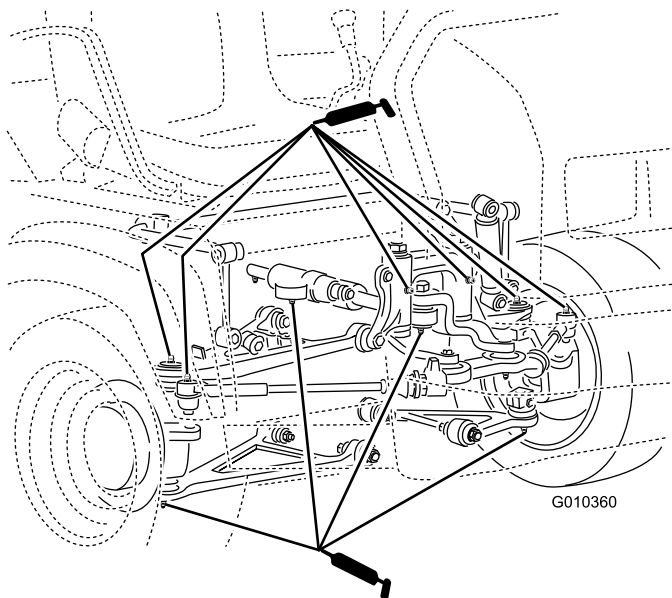

图29
- 球窝接头4 个请参阅图29
- 横拉杆2 个请参阅图29
- 枢轴安装座2 个请参阅图29
- 转向油缸2 个请参阅图29